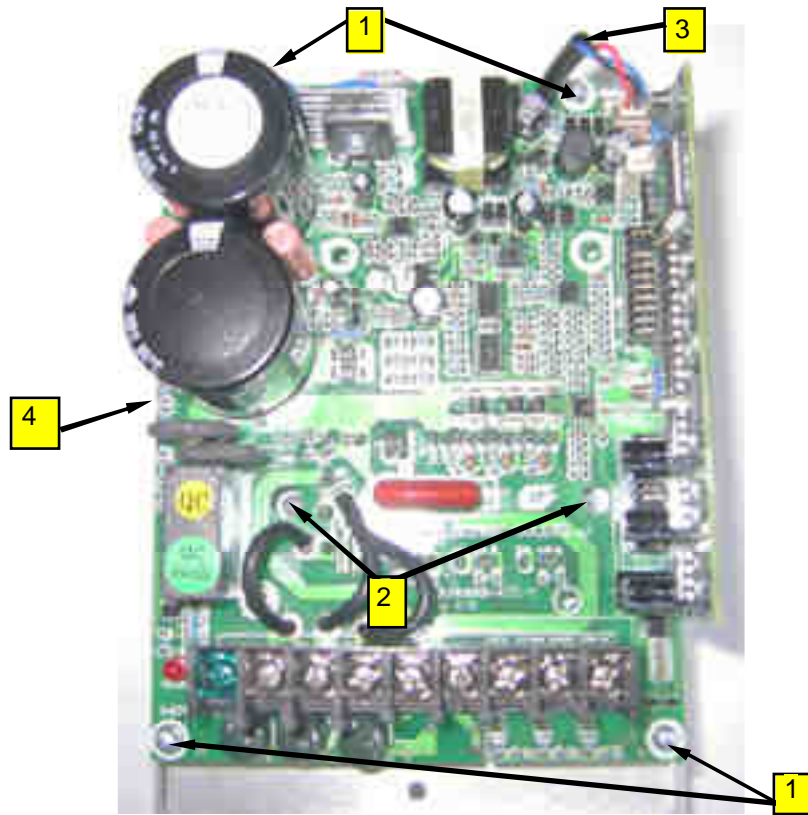

Рис. 6.10
6.6.4. Отвернуть четыре винта 1, два винта 2, демонтировать плату модуля IGBT 4 с матрицей в сборе (рис. 6.10) и положить ее в тару.